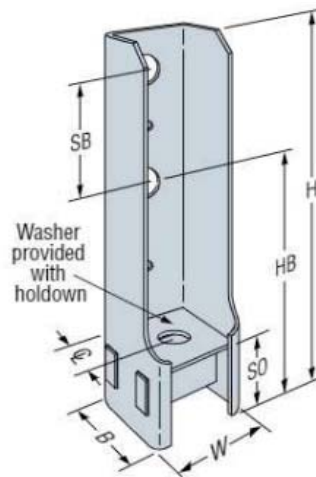

Figura 7.12: Hold-down HD7B y HD9B del catálogo de Simpson Strong-Tie
- Los hold-down HD7B o HD9B, los cuales se presenta un ejemplo de los mismos extraído del catálogo en la figura 7.12.